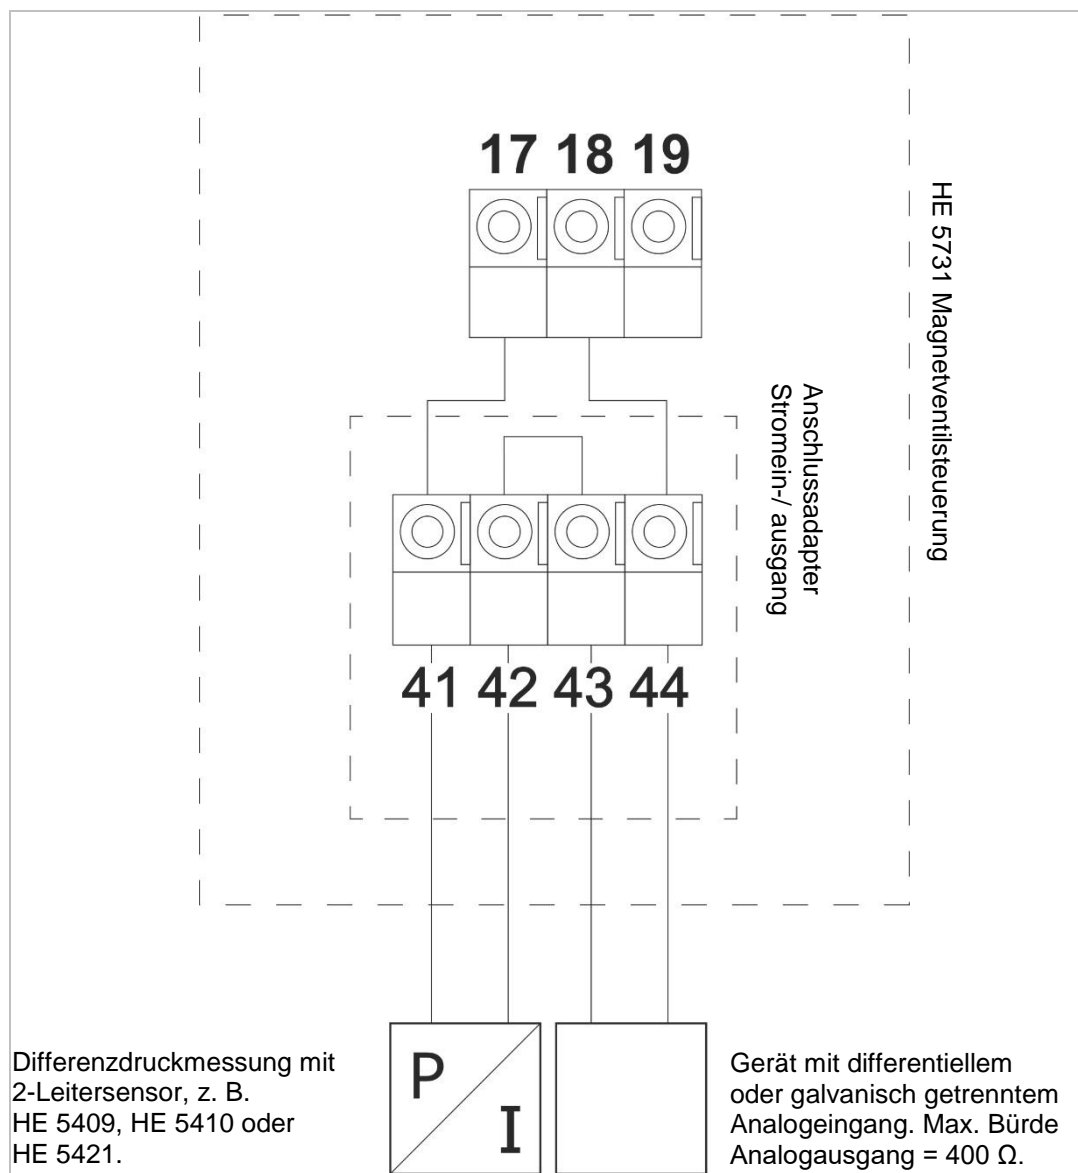

Abbildung 29. Anschlussadapter, Klemmen
3. Externes Gerät anschließen, siehe Blockschaltbild (siehe Abbildung 29)